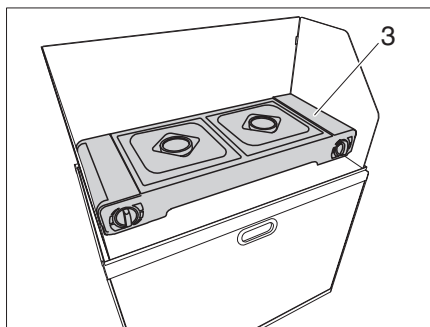

Figure 21 Installer le réchaud à 2 flammes
- Retirer le réchaud à 2 flammes (Figure 21, 3) de la Campbox et l'installer dans le pare-vent.